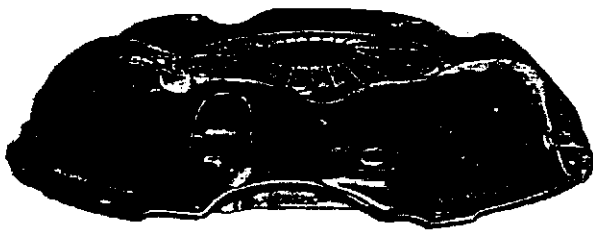

Abb. 3 Kupplung, Borg & Beck
Die hier verwendete Einscheiben-Trockenkupplung kommt in verschiedenen Ausführungen vor. Zwei dieser Ausführungen sind auf Abb. 3 und 4 dargestellt. Bez. der richtigen Zusammenstellung Kupplung – Ausrücklager, siehe Ersatzteilkatalog. Bei der früheren Ausführung (Bildtafel A) wird die Druckplatte (22) durch drei Hebel (31) betätigt, die vom Kupplungspedal (18) über die Kupplungsbetätigungseinrichtung beeinflusst werden. Der erforderliche Druck auf die Druckplatte wird durch sechs kräftige Druckfedern (24) hergestellt. Das Ausrücklager (25) gleitet auf einer rohrförmigen Verlängerung auf dem Lagerdeckel der Antriebswelle.